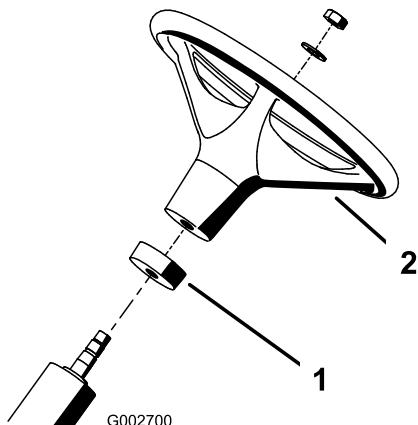

Bild 2
- Schieben Sie den Schaumkragen auf die Lenkwelle (Bild 2).
- Schieben Sie das Lenkrad auf die Lenkwelle (Bild 2).
- Befestigen Sie das Lenkrad mit einer Scheibe und Sicherungsmutter an der Lenkwelle (Bild 2). Ziehen Sie die Sicherungsmutter mit 27 bis 35 Nm an.